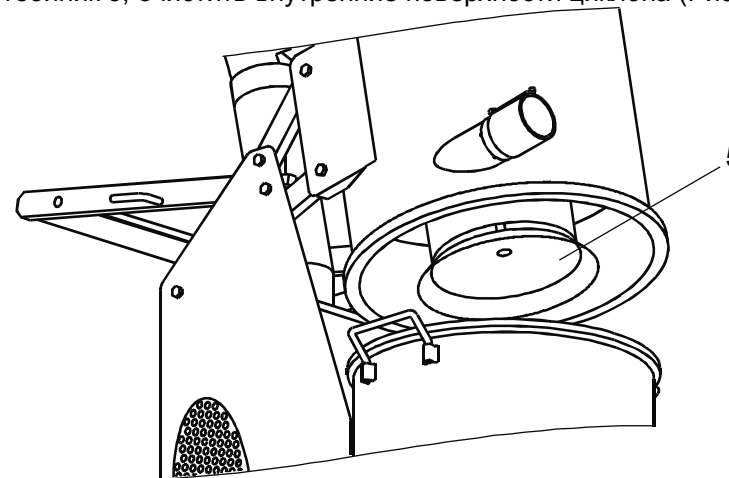

Рисунок 5. Циклон
7.2.3 Проверить состояние циклона. Если необходимо, открутить пылеотбойник 5, очистить внутренние поверхности циклона (Рисунок 5).